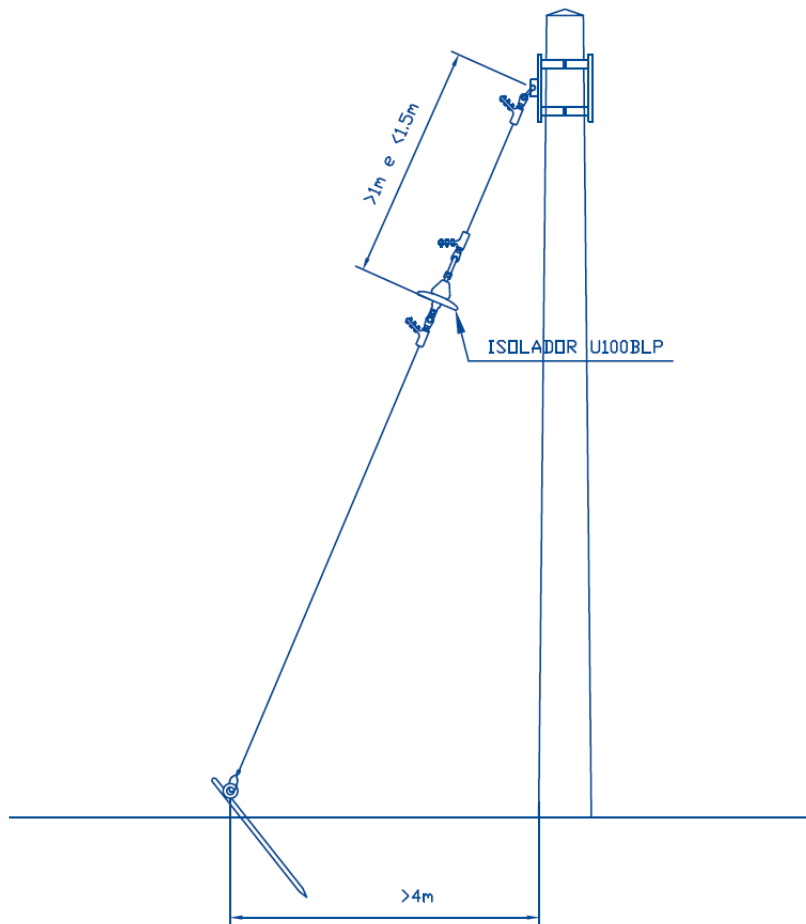

Figura 1: Poste espiado
3. Os apoios de madeira devem ser espiados por espas de aço galvanizado de 50 mm2, isoladas e sinalizadas sempre que estiverem em fim de linha, ângulo e outras situações em que seja necessário (Figura 1).
7. O ângulo entre a espia e o poste não deverá ser inferior a 25°, correspondente a 4 metros de distância horizontal entre a fixação da espia e o apoio (Figura 1).